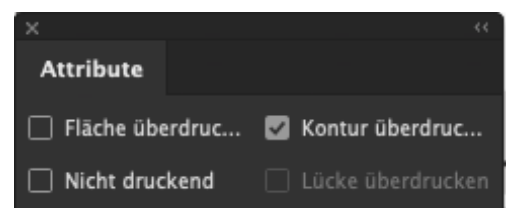

Abb. 2: Kontur überdrucken
3. Wählen Sie nun den plastprint\_PDF\_Export beim Exportieren Ihrer Datei (s. Bild2)
5. Stellen Sie die Kontur auf „Überdrucken“ (Abb.2) unter: Fenster > Ausgabe > Attribute